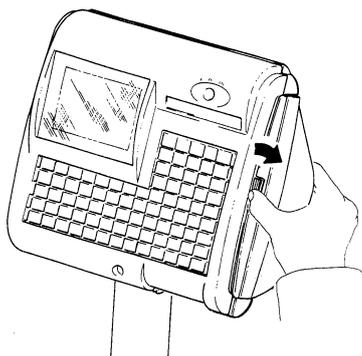
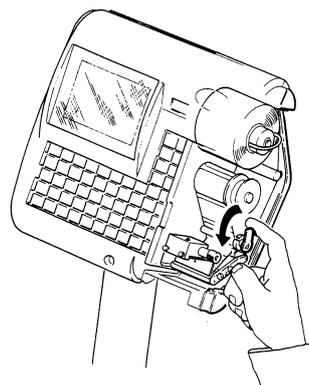

fig. 1
fig. 2
- Aprire lo sportello (**fig.1**) premendo sulla levetta al centro dello sportello stesso. Sollevare la testina di stampa (**fig.2**) ruotando la levetta in senso antiorario (posizione "B" evidenziata in **fig.5**)